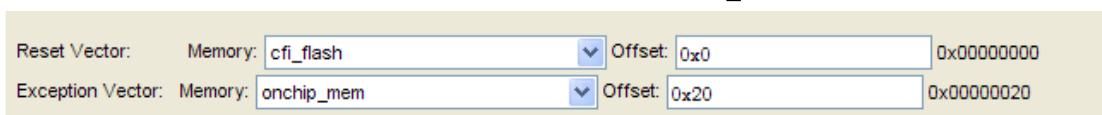

图 9-5 CPU 属性设置
9. 完成后双击加入的 CPU，选择其 Reset Vector 在 cfi\_flash 中。如图 9-5。